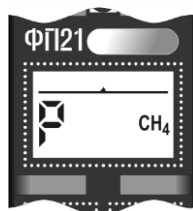

Рисунок 9.6
9.7 При разряде аккумуляторной батареи происходит сброс индикации измеряемой концентрации, на индикаторе отображается символ "P" (рисунок 9.6) и включается прерывистый кратковременный звуковой сигнал. При дальнейшем разряде аккумуляторной батареи питание газоанализатора отключается автоматически.